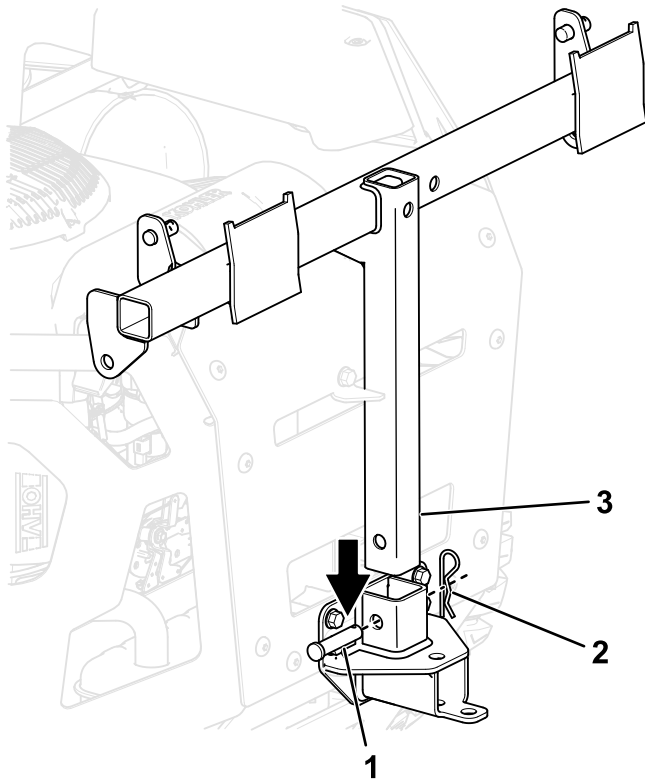

Bild 8
5. Befestigen Sie den Heckfangsystemrahmen an der Befestigungshalterung des Heckfangsystems mit dem langen Lastösenbolzen und einem Splint (Bild 8).